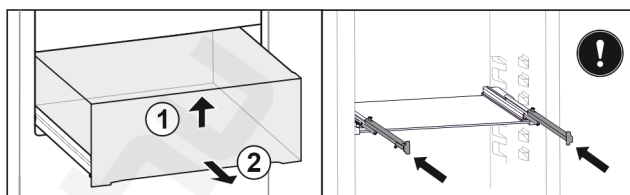

Fig. 27 *
- ▶ Emelje meg a fiók elejét Fig. 27 (1).*
- ▶ Vegye ki előrefelé Fig. 27 (2).*